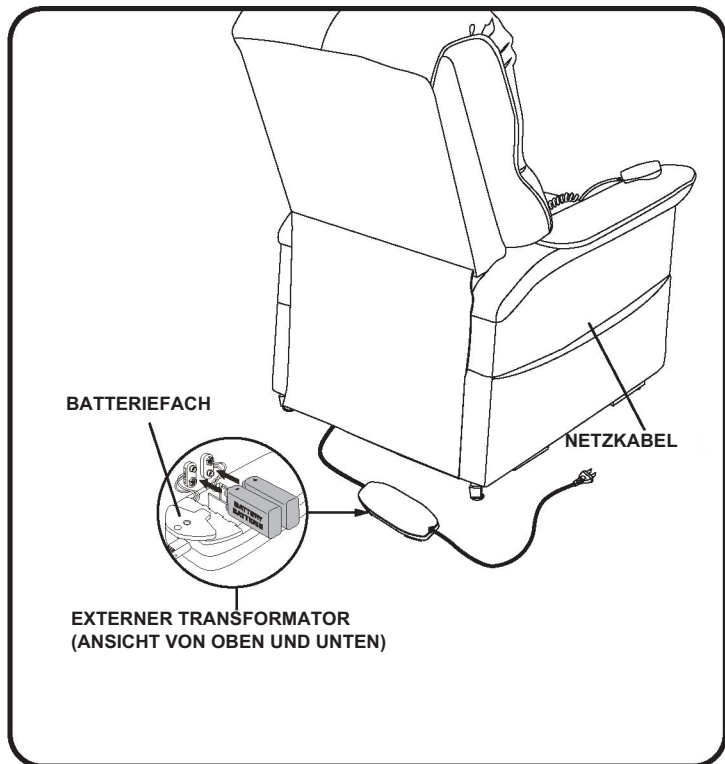

Abbildung 4.4 Position des Batteriesicherungssystem des Aufstehsessels
3. Legen Sie zwei 9V-Batterien in den externen Transformator ein (**Abb. 4.4**).